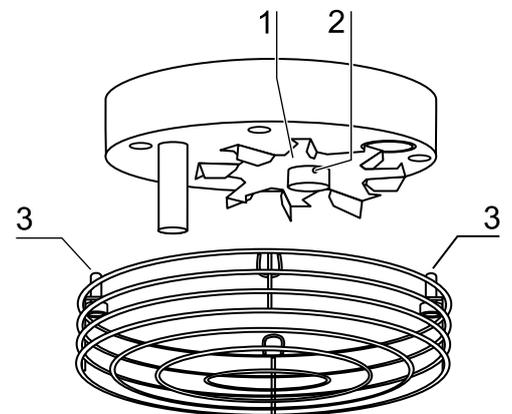

Abb. 20
1. **Abb. 20:** Die beiden Befestigungsschrauben [3] des Schutzgitters mit dem mitgelieferten Innensechskantschlüssel (3 mm) abschrauben und das Schutzgitter abnehmen.